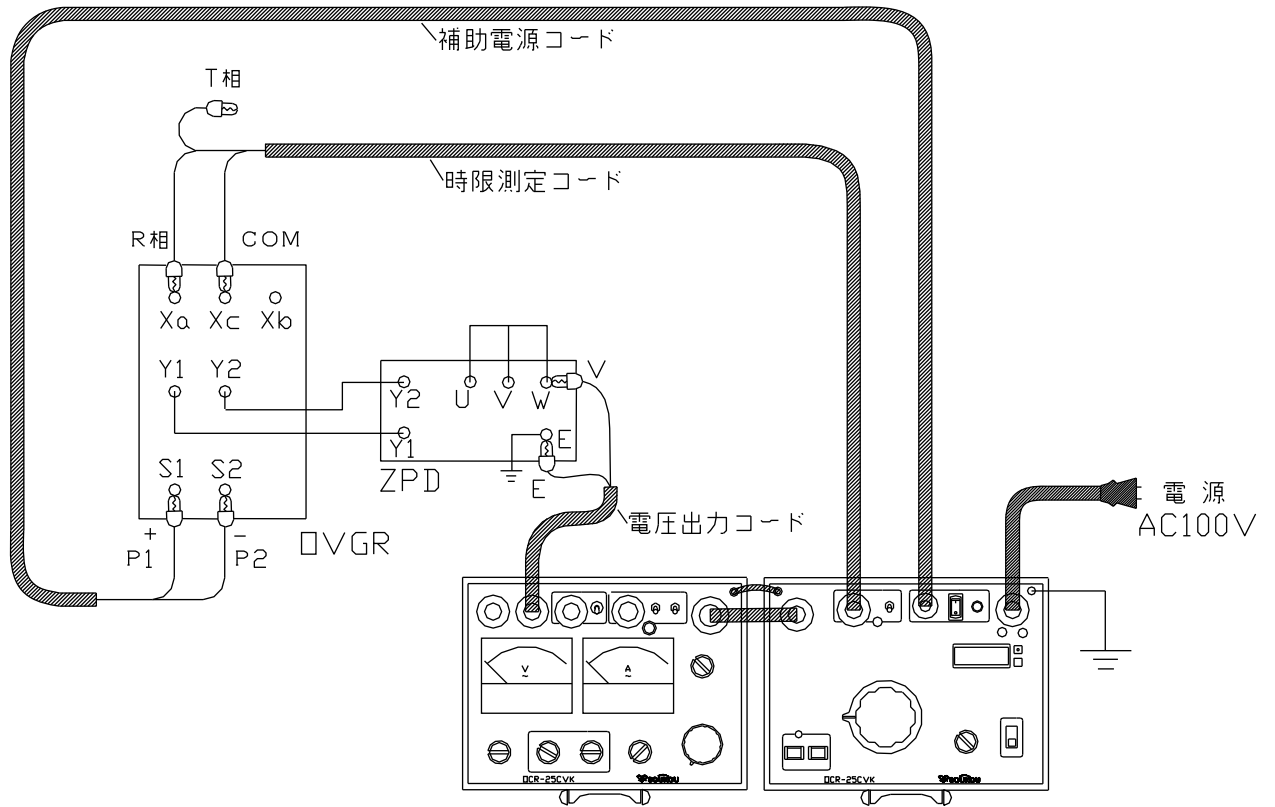

図 18 : 地絡過電圧継電器の試験回路図
7. 以上のような点を注意し、試験回路を構成します。(図 18)